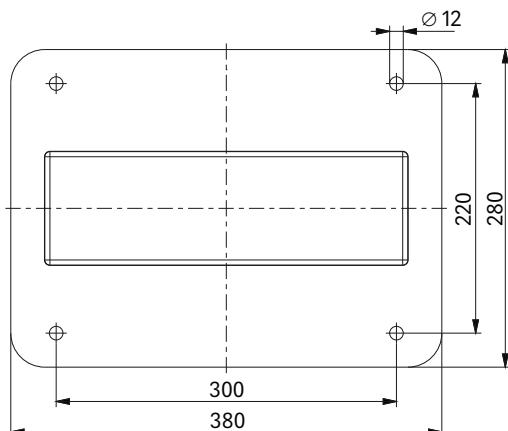

Bild 1
3. Montieren Sie die Stele auf ein Fundament. Bild 1 zeigt das Lochbild der Bodenplatte. Die Löcher haben einen Durchmesser von 12 mm. Wir empfehlen die Verwendung von Schrauben bzw. Gewindegelenken M10. Das KATHREIN-Fundament FUDM – 63010003 paßt genau zum Lochbild der Stele und hat vier eingegossene Gewindegelenke M10. Das erspart das Bohren von Löchern und Sie können die Stele mit den Schrauben M10x25 und Unterlegscheiben A10,5 aus dem Zubehör direkt auf dem Fundament befestigen.